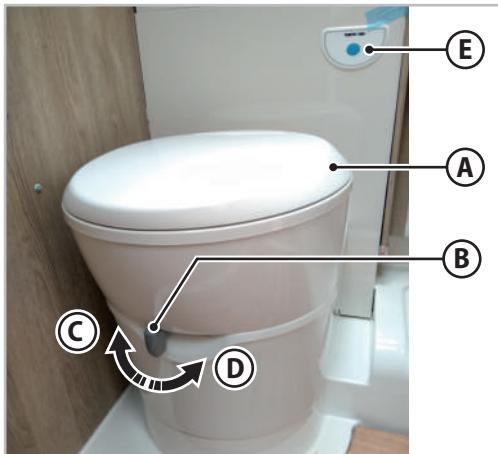

Fig. 6.44 - Rinçage du WC
La partie supérieure du WC (**A** - Fig.6.44) peut tourner vers la droite ou vers la gauche pour optimiser l'utilisation des espaces.
1. Déplacer le levier (**B** - Fig.6.44) en position (**C** - Fig.6.44) pour ouvrir le volet d'évacuation.
2. Maintenir le bouton (**E** - Fig.6.44) de rinçage enfoncé pour le temps nécessaire.
3. Pour fermer le volet d'évacuation, déplacer le levier en position (D - Fig.6.44).
1. Vérifier que la trappe d'évacuation du WC est fermée : le levier (B - Fig.6.44) doit être en position (D - Fig.6.44).